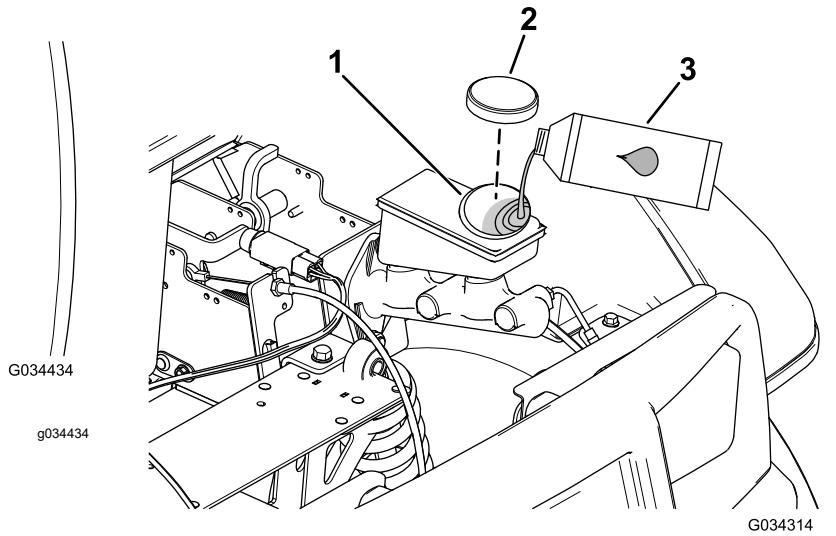

Figura 56
2. Sollevate il cofano per avere accesso al cilindro del freno principale e al serbatoio (Figura 56).
- A. Pulite l'area intorno al tappo del serbatoio e togliete il tappo (Figura 56).
- C. Montate il tappo sul serbatoio (Figura 56).